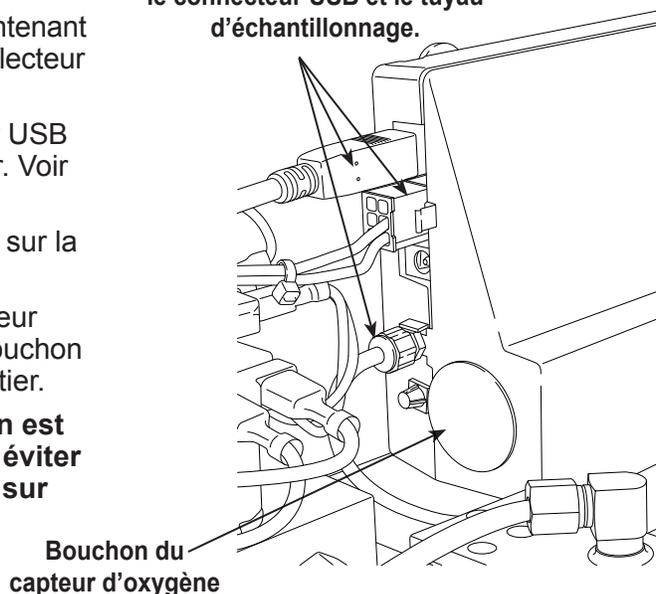

Figure 22
3. Déconnectez le faisceau de fils, le connecteur USB et le tuyau d'échantillonnage de l'identificateur. Voir la figure 22.